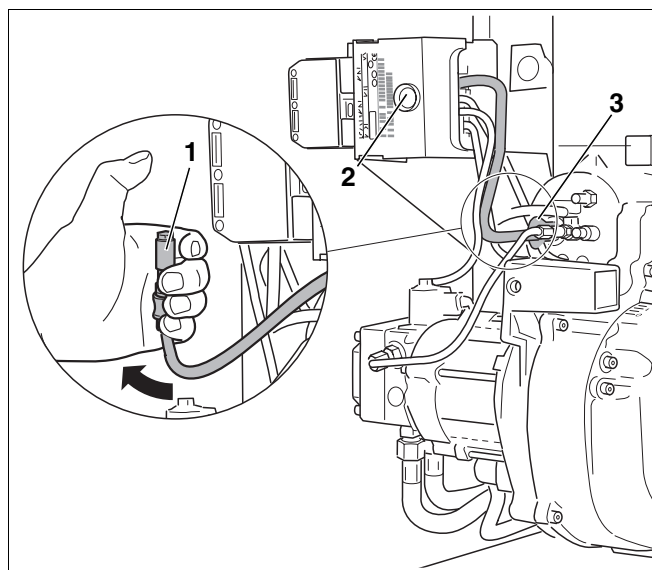

Рис. 19 Проверка работы датчика пламени
- При работающей горелке вынуть датчик пламени, взяв его за предусмотренную для этого ручку (рис. 19, поз. 3).
- Закрывать датчик пламени (рис. 19, поз. 1). После повторного запуска должно произойти отключение из-за неисправности.
- По истечении времени ожидания, составляющего примерно 30 секунд, нужно разблокировать автомат горения дизельного топлива, нажав кнопку подавления помех (рис. 19, поз. 2).